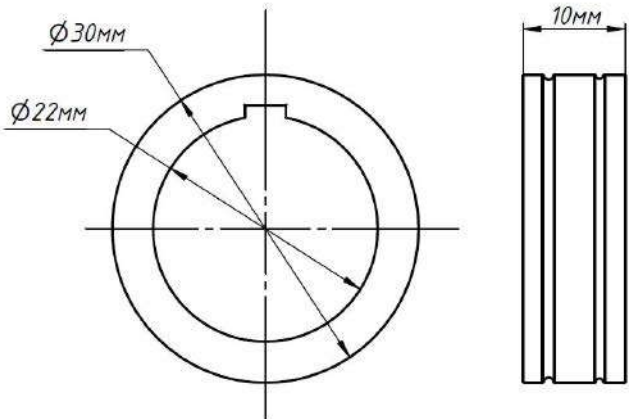

Рис. 8.4.2. Общий вид подающего ролика.
2. В зависимости от диаметра сварочной проволоки выберите канавку на подающем ролике (см. рис. 8.4.2).